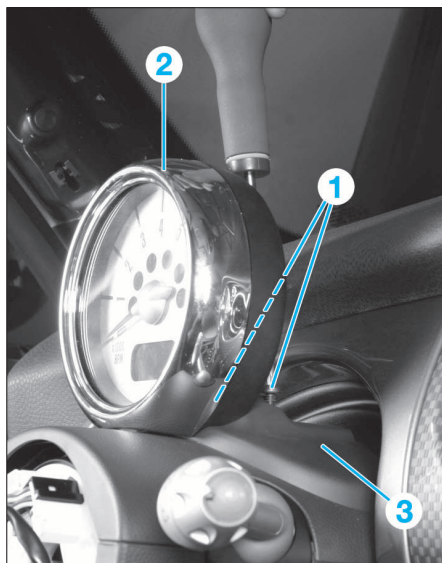

FIG. 9
- les 2 vis de fixation (1) du compte tours (Fig.9).
- le compte tours (2) et le cache (3).